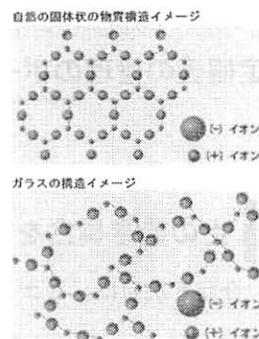

図3 物質構造イメージ
融けた鋼は冷えて固まって鋼に戻り、特有の結晶構造を持っています。ところが、ガラスの主成分( $\text{SiO}_2$ )と同じ組成である水晶の融液は、冷えても水晶に戻らないで、ただの塊になってしまいます。これが「ガラス」と称されるものだというのです。つまり、図3の物質構造イメージにあるように、一定の規則正しい原子の配列が失われ、不規則な原子配列の物質になるのです。専門的には、アモルファス状態というようです。辞典(小学館、カタカナ語の辞典1990)には次のように説明されていました。—アモルファス1)(英amorphous「無定形のもの」の意) 1.原子(または分子)が結晶と違って規則正しく配列しないで集合している固体物質をいう。ゴムやガラス状態の固体など。2.秩序や定形がない様子についていう。—
- 2) 図3は<https://www.asahiglassplaza.net/gp-pro/knowledge/vol27.html>より。